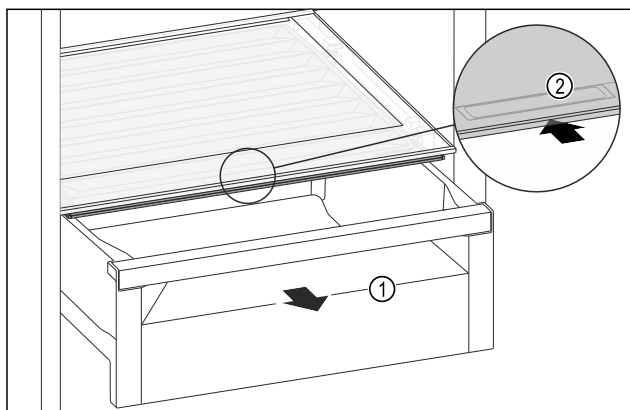

Fig. 87
- ▶ Извлеките выдвижной ящик Fig. 87 (1).
- ▶ Возьмитесь за утопленную ручку Fig. 87 (2) на крышке отделения и одновременно введите крышку отделения назад.